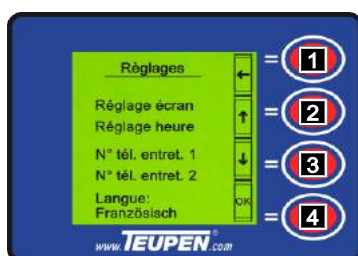

Fig. 89
6. Sélectionner un sous-menu avec les [Touches de fonction] (Fig.89/2 et 3).
7. Accéder avec la [Touche de fonction] (Fig.89/4) au sous-menu sélectionné.
8. Retourner au « Menu principal » avec la [Touche de fonction] (Fig.89/1).